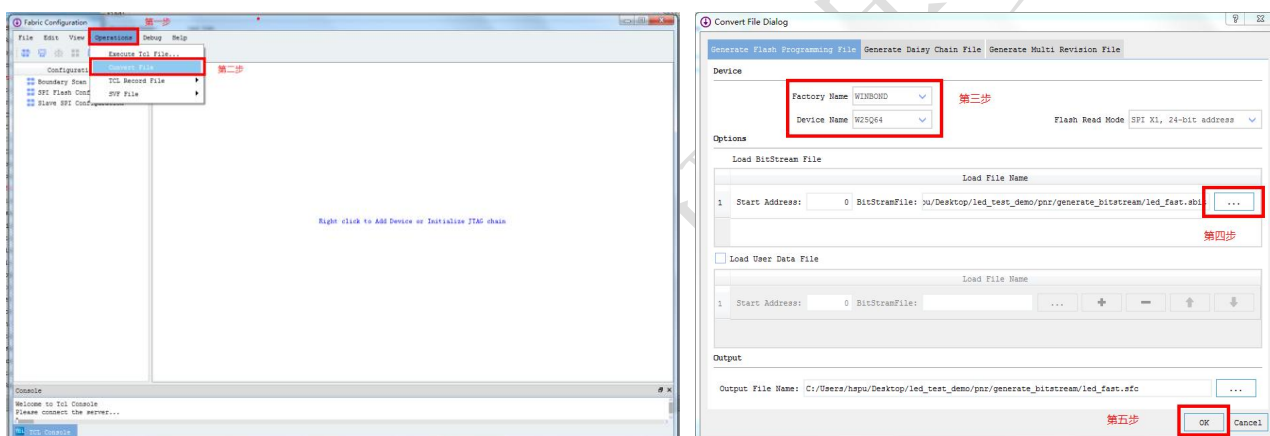

图 3-4 SFC 文件生成
- 通过 PDS-Configuration 的 Generate Flash Programming File 插件，将黄金数据流和应用数据流分别转换成 sfc 文件，如图 3-4 所示。转换文件时需选择对应的 flash 芯片厂家及型号，可选型号见第三步红框内的下拉列表。